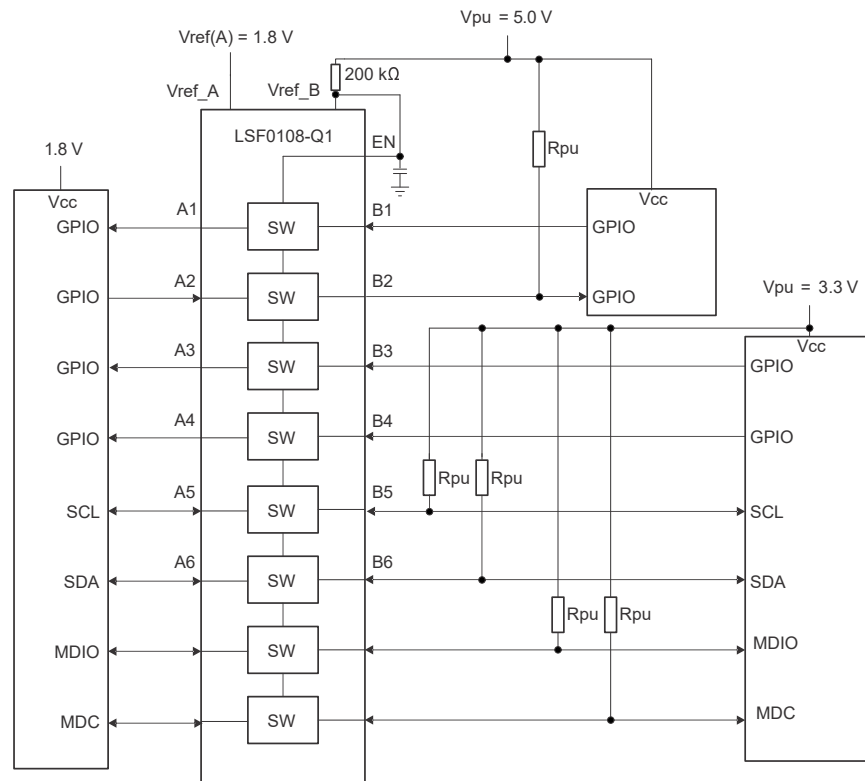

図 9-1. 複数の電圧レベルへの双方向変換
- VCCB/VCCA は Vref\_B または Vref\_A と同じではありません。VCCB は LSF デバイスに供給される B 側の電源電圧を表し、Vref\_B は 200kΩ 抵抗の反対側にある Vref\_B ピン (図 9-1 のピン 7) の電圧を表します
図 9-1 に示すように、 $V_{ref\_B}$  は 200kΩ の抵抗を経由して 5V の  $V_{PU}$  電源に接続され、 $V_{ref\_A}$  は 1.8V の電源に接続されています。A1 および A2 チャンネルの最大出力電圧は  $V_{ref\_A}$  に等しく、B1 および B2 チャンネルの最大出力電圧は  $V_{PU}$  に等しくなります。
図 9-1 に、基準電源電圧  $V_{\text{ref\_A}}$  を 1.8V のプロセッサ・コア電源に接続し、 $V_{\text{ref\_B}}$  を 200k $\Omega$  の抵抗を介して 5V の電源に接続する方法を示します。A3 と B4 の出力では最大出力電圧が  $V_{\text{ref\_A}}$  に等しく、双方向インターフェイス (Ch5/6、MDIO、MDC) では最大出力電圧が  $V_{\text{pu}}$  に等しくなります。